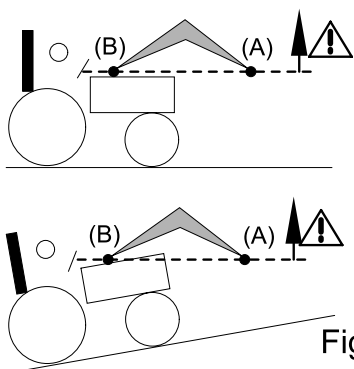

Fig. 2
⚠ PERICOL: Dacă încărcătura nu este fixată corespunzător, operatorul este expus pericolului de cădere a încărcăturii atunci când punctul de pivotare al benei (A) depășește orizontal punctul de pivotare al încărcătorului (B) [vezi fig. 2].
⚠ PERICOL: Este interzisă înclinarea încărcătorului atunci când punctul de pivotare al benei (A) depășește orizontala punctului de pivotare al încărcătorului (B) [vezi fig. 2].